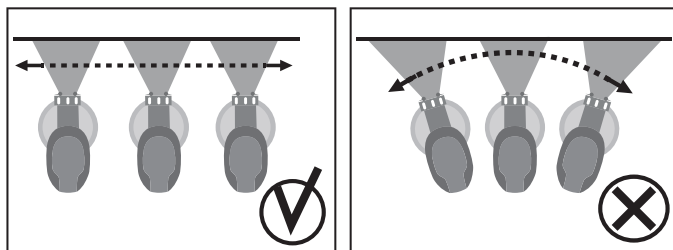

Рис. 3
1. Установите изделие на расстоянии 25-30 см от окрашиваемой поверхности. Включите изделие нажав курок выключателя (2).
**Примечание!** Регулировка расхода материала зависит от степени нажатия на выключатель (2). Максимальный расход определяется регулятором (3). Начните равномерно вести изделие вдоль окрашиваемой поверхности, держа распылитель строго перпендикулярно ей. (Рис. 3).